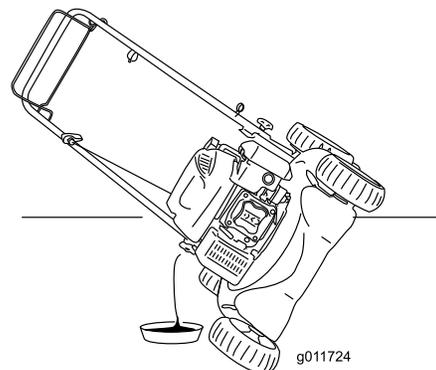

Figura 21
5. Incline o cortador para o lado, com a vareta para baixo, para drenar o óleo usado para fora através do tubo de enchimento do óleo (Figura 21).